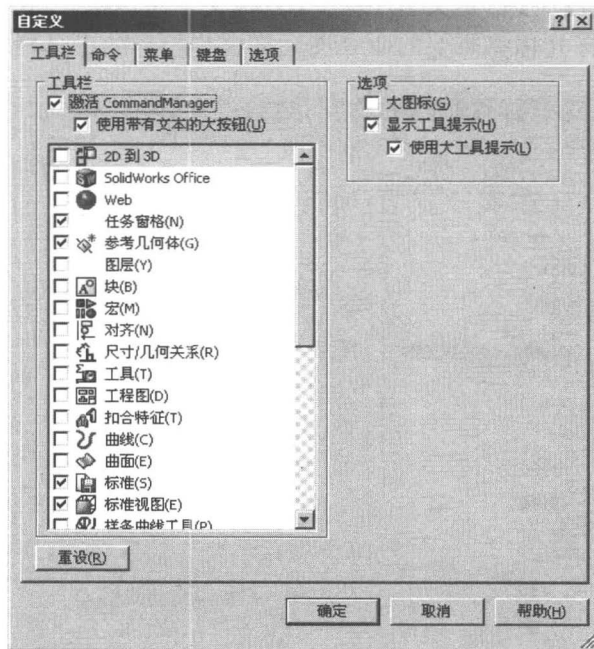

图1-9
(2) 选择菜单命令【工具】/【自定义】，弹出【自定义】对话框，在【工具栏】选项卡中选择需要显示的工具栏名称，即可显示相应的工具栏，反之可取消显示，如图 1-9 所示。